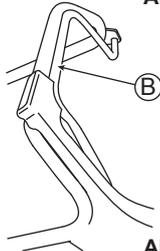

Abb. 17
4. Drücken Sie den Kupplungshebel (B) nach vorne, um mit dem Mähen zu beginnen. (Siehe Abb. 17)